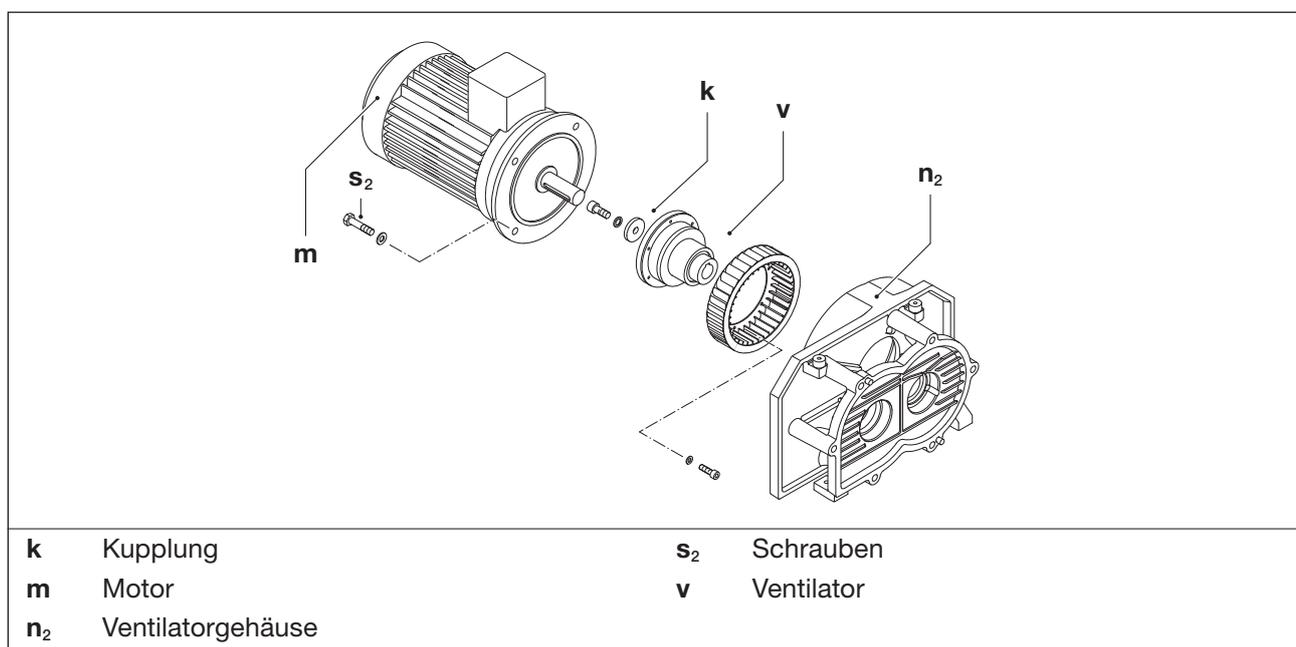

Abb. 9 Ventilator prüfen
Der Ventilator (Abb. 9/v) zur Kühlung des Verdichters muss mindestens 1 x pro Jahr auf festen Sitz und Beschädigungen überprüft werden. Gegebenenfalls müssen die Schraubverbindungen nachgezogen bzw. der Ventilator ausgetauscht werden.
- Den Motor (Abb. 9/m) mittels Hebezeug an den Ringschrauben aufhängen. Sind keine Ringschrauben vorhanden, den Motor mittels Rundschlingen aufhängen.
- Schrauben (Abb. 9/s₂) am Motorflansch lösen und Motor mit Kupplung (Abb. 9/k) und Ventilator (Abb. 9/v) vom Ventilatorgehäuse (Abb. 9/n₂) axial abziehen.
- Ventilator (Abb. 9/v) überprüfen und gegebenenfalls reinigen. Ist der Ventilator beschädigt, diesen austauschen.
- Motor mit Kupplung (Abb. 9/k) und Ventilator (Abb. 9/v) wieder axial aufschieben und mit den Schrauben (Abb. 9/s₂) am Flansch des Gehäuses (Abb. 9/n₂) befestigen.